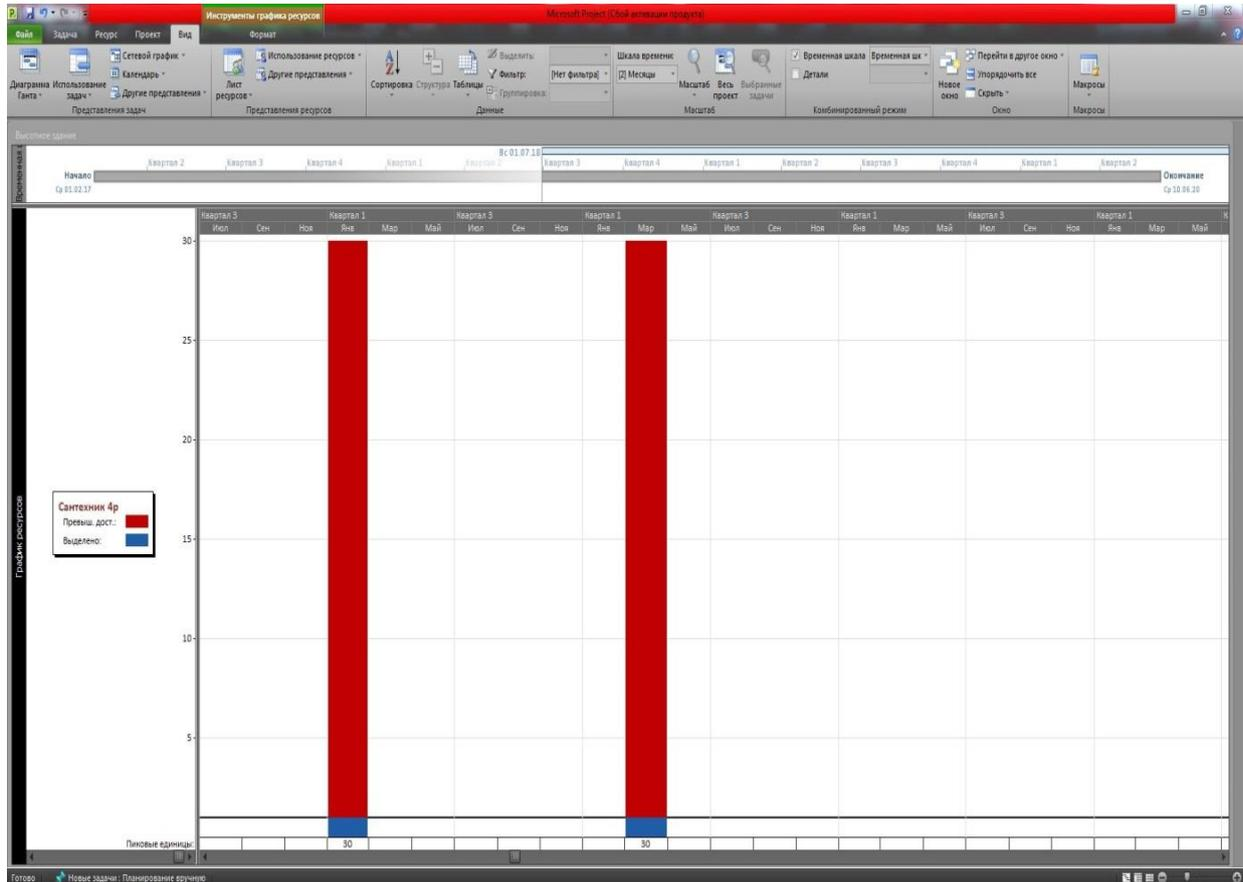

Рис. 31. График ресурсов проекта после масштабирования
12) Для того чтобы увидеть график, необходимо выполнить некоторые действия. Линию, разделяющую рабочую область на две части, перетаскиваем в левую сторону. После этого необходимо во вкладке «Вид», в разделе «Масштаб» нажать на пиктограмму «Весь проект». Результат масштабирования приведен на рис. 31;